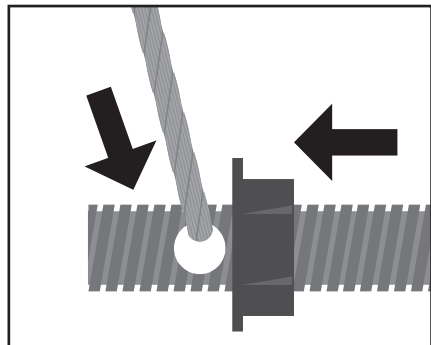

Fig. 11
5. Voer staaikabel via bovenste geleidingswiel naar buitenkant kolom, steek door montage gat in bout en draai vast (Fig. 11).